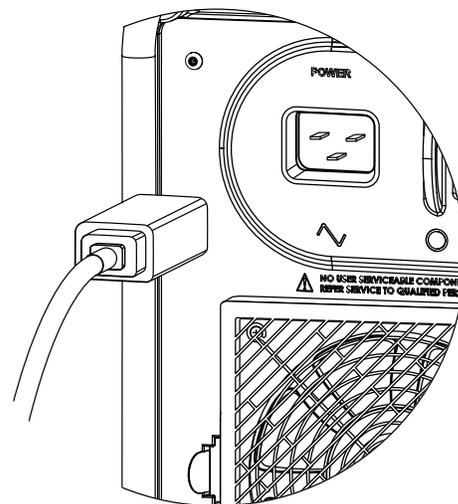

Fig. 6—Conexión del cable de alimentación
2. Asegúrese de que el interruptor de alimentación del lado izquierdo de la Unidad de potencia M200 se encuentra en la posición APAGADO (O).
3. Conecte el cable de alimentación al conector de alimentación en el lateral de la unidad (Fig. 6).